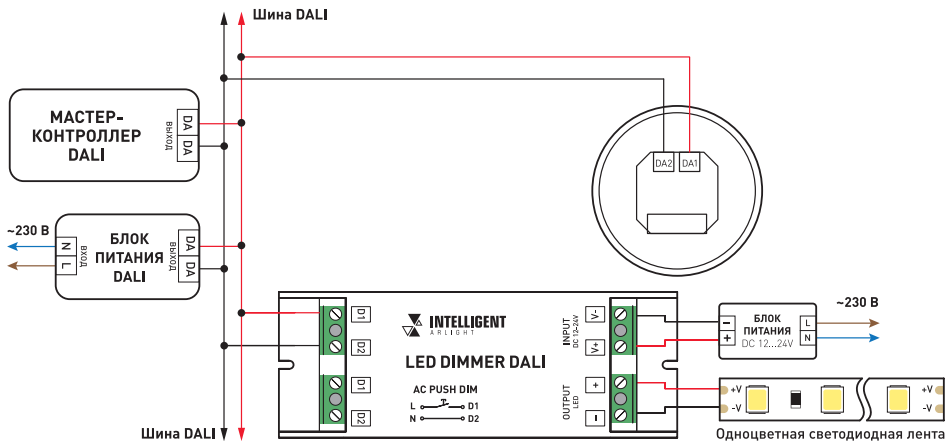

Рис. 1. Схема подключения датчика DALI2-301-15-72-FP-IN
- 3.3. Подключите датчик согласно схеме, представленной на рис. 1.